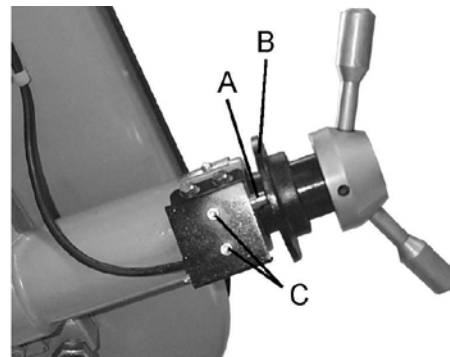

Рис. 19
2. Ослабьте два установочных болта (C, Рис. 19), чтобы ослабить концевой выключатель обрыва полотна.
3. Переместите концевой выключатель к площадке (В, Рис. 19) и убедитесь, что ролик концевой выключателя (А, Рис. 19) расположен близко к площадке.